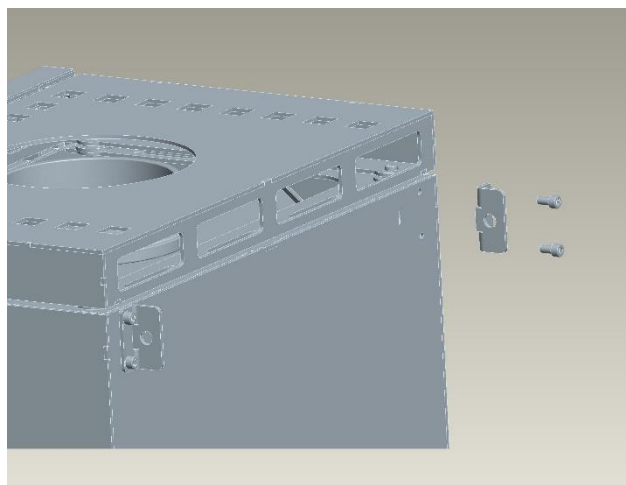

Fig. 7 : montage languettes de fixation
2. Visser les languettes de fixation sur le corps du poêle (Fig. 7) avec les 4 vis incluses.